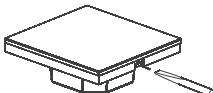

Рисунок 1. Отсоединение панели от корпуса.
3.3. Аккуратно отделите лицевую панель от корпуса при помощи отвертки [рисунок 1].